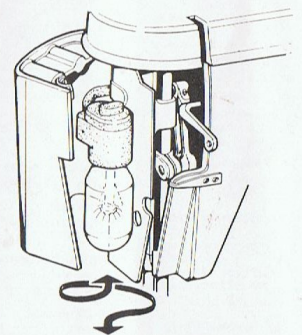

Abb. 35
25. Glühlampe Auswechseln (Abb. 35)
Frontkappe (30) öffnen. Lampe leicht hochdrücken, links herum drehen und aus der Fassung herausnehmen. Neue Lampe einführen (Abb. 35), wobei die Führungsstifte in die Fassungsschlitze eingreifen müssen. Lampe hochdrücken und rechts herum drehen. (Lampe max. 15 Watt.)